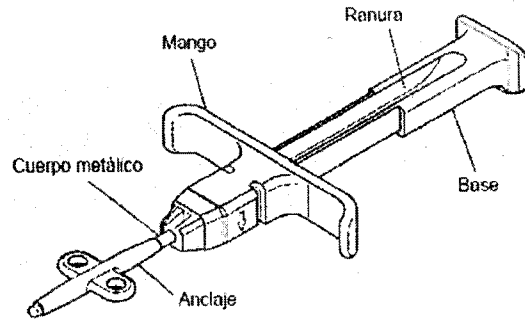

Figura 1. Dispensador del anclaje con el anclaje.
4. Localice el dispensador del anclaje con un anclaje precargado (Figura 1).